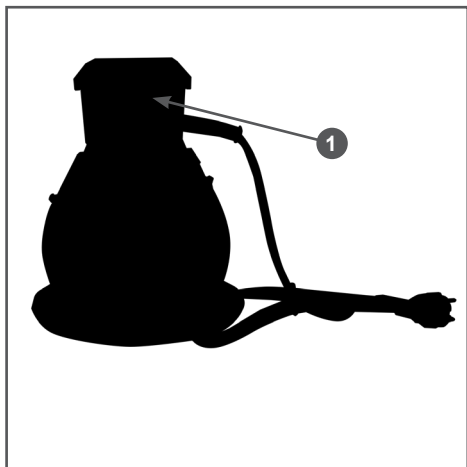

Рис. 2 Выключатель напряжения
1. Установить выключатель 1 в положение «О» (Рис. 2).